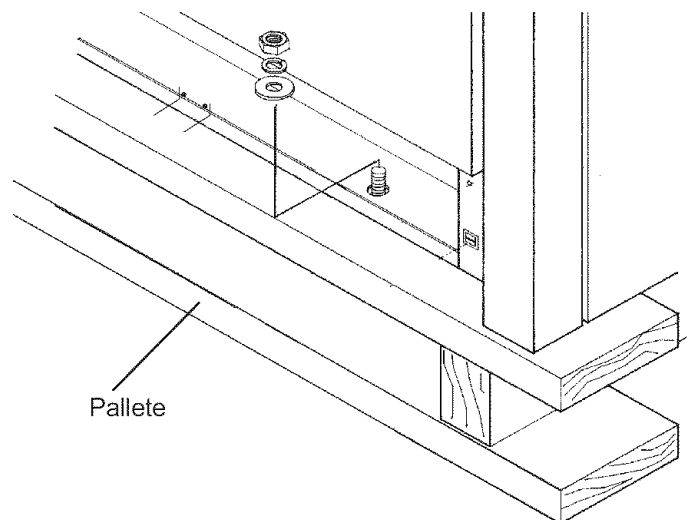

Figure 4 : Retrait des quatre boulons avant installés pour l'expédition
- Retirez l'emballage externe et les matériaux d'emballage de la palette d'expédition. Toutes les cuisinières à combustion jumelée sont fixées sur une palette à l'aide de quatre (4) boulons Figure 4). Après avoir enlevé les boulons, soulevez la cuisinière et enlevez-la de la palette.